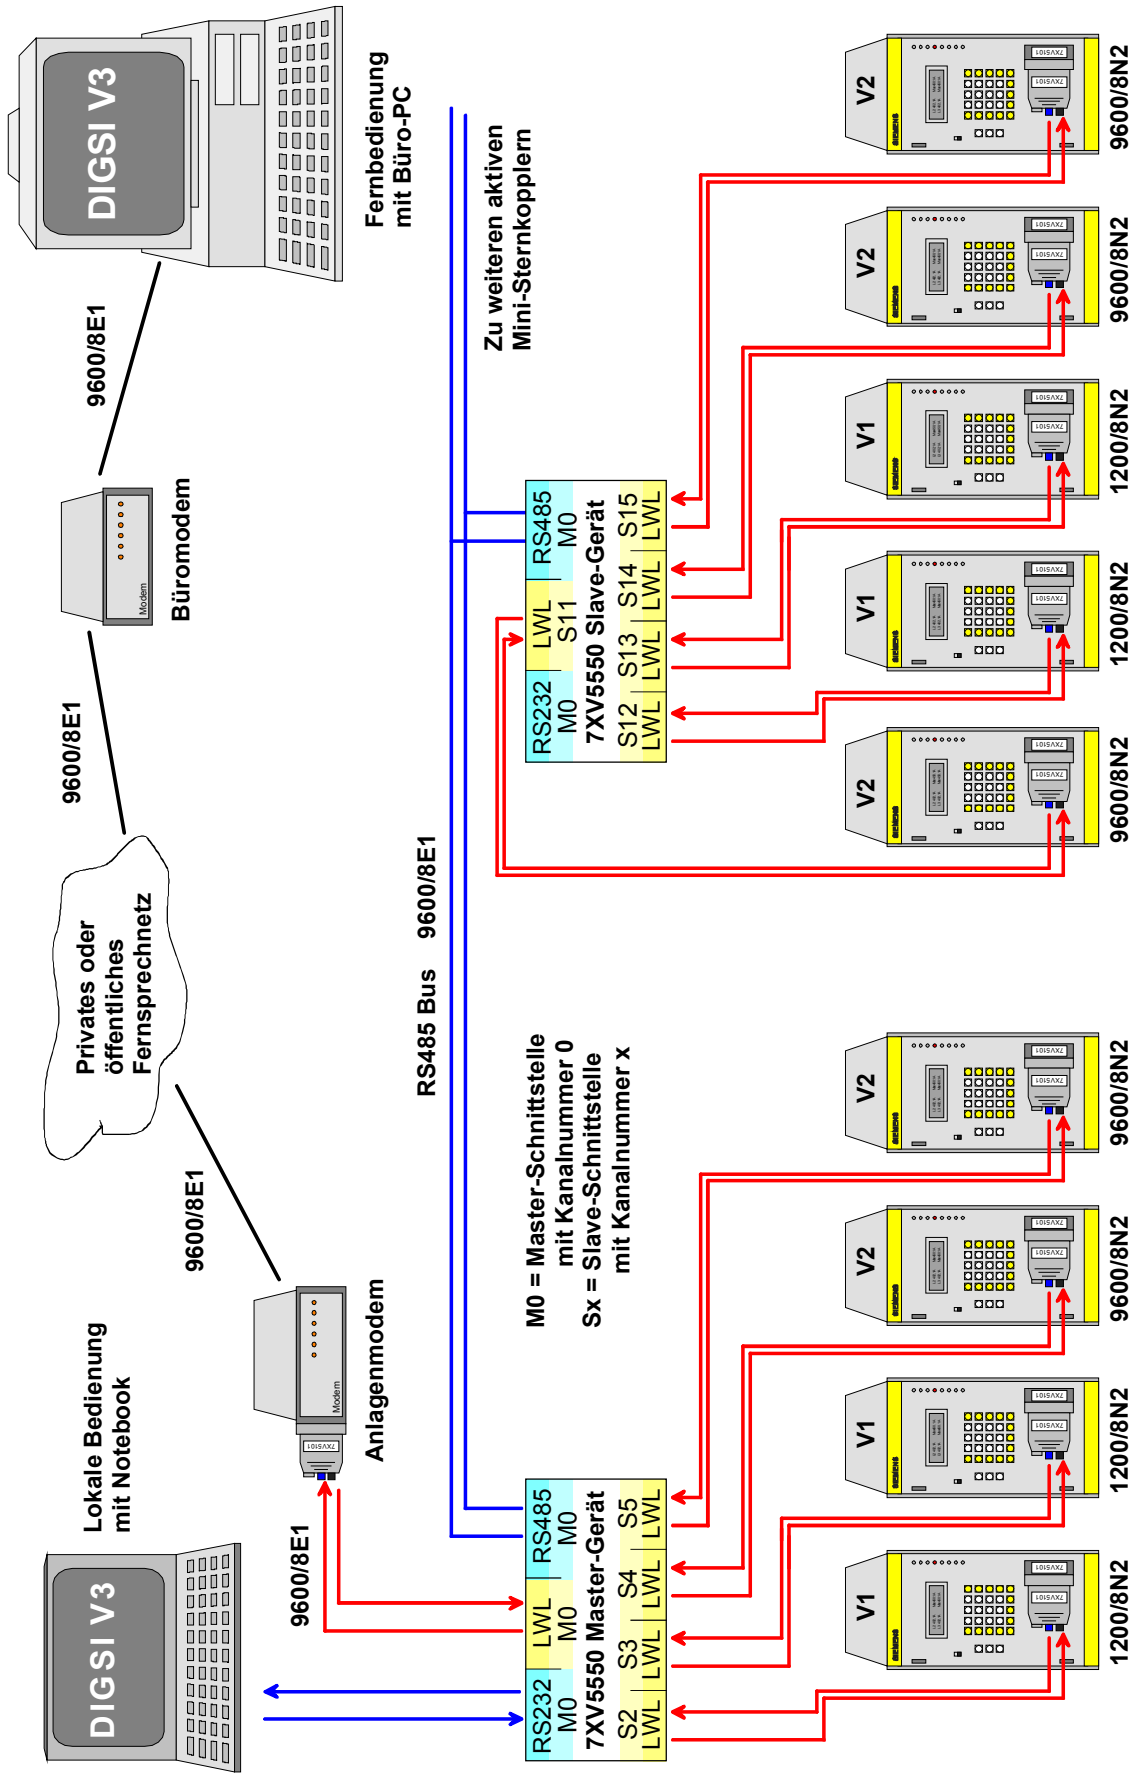

Bild 4: Bedienung der Schutzgeräte V1/2 mit DIGSI V3
für die in Bild 4 dargestellte Anwendung:
Die RS232-Schnittstelle am **Anschluss 7** (in Bild 4 RS232/M0) ist als Master-Schnittstelle (0) parametrierung und dient der lokalen-, zentralen Bedienung bzw. für die Parametrierung.
Die optische Schnittstelle am **Anschluss 1** (in Bild 4 LWL/M0) ist als Master-Schnittstelle mit dem Modem verbunden. Über sie erfolgt die Fernbedienung. Soll der automatische Baudratenabgleich des Modems über diese Schnittstelle erfolgen, muss das Ping auf **JA** gestellt werden.
Die RS485-Schnittstelle am **Anschluss 6** (in Bild 4 RS485/M0) ist ebenfalls als Master-Schnittstelle parametrierung, und leitet die Daten von den anderen Master-Schnittstellen (**Anschluss 1 oder 7**) transparent an den zweiten oder weitere Aktive Mini-Sternkoppler weiter.
Die optischen Schnittstellen an den **Anschlüssen** 2-5 (in Bild 4 LWL/S2 – LWL/S5) sind als Slave-Schnittstellen eingestellt und werden dann angesprochen, wenn aktiv von den Master-Schnittstellen zur Slave-Schnittstelle durchgeschaltet wird. Diese Funktion wird komfortabel von DIGSI V3 unterstützt.
Die RS232-Schnittstelle am **Anschluss** 7 (in Bild 4 RS232/M0) ist als Master-Schnittstelle (0) parametrierung und dient nur der Parametrierung.
Die RS485-Schnittstelle am **Anschluss** 6 (in Bild 4 RS485/M0) ist ebenfalls als Master-Schnittstelle (0) parametrierung. Über sie werden die Daten zwischen dem Master-Gerät und den eigenen Slave-Schnittstellen der **Anschlüsse** 1-5 (in Bild 4 LWL/S11 – LWL/S15) ausgetauscht. Der Parameter **Antw.** der Master-Schnittstellen wird auf **NEIN** umgestellt, um Buskonflikte durch gleichzeitiges Antworten zu vermeiden.
Die optischen Schnittstellen an den **Anschlüssen** 1-5 (in Bild 4 LWL/S11 – LWL/S15) sind als Slave-Schnittstellen eingestellt und werden dann angesprochen, wenn aktiv von den Master-Schnittstellen zur Slave-Schnittstelle durchgeschaltet wird. Die Einstellungen entsprechen denen der angeschlossenen Schutzgeräte. Diese Funktion wird komfortabel von DIGSI V3 unterstützt.